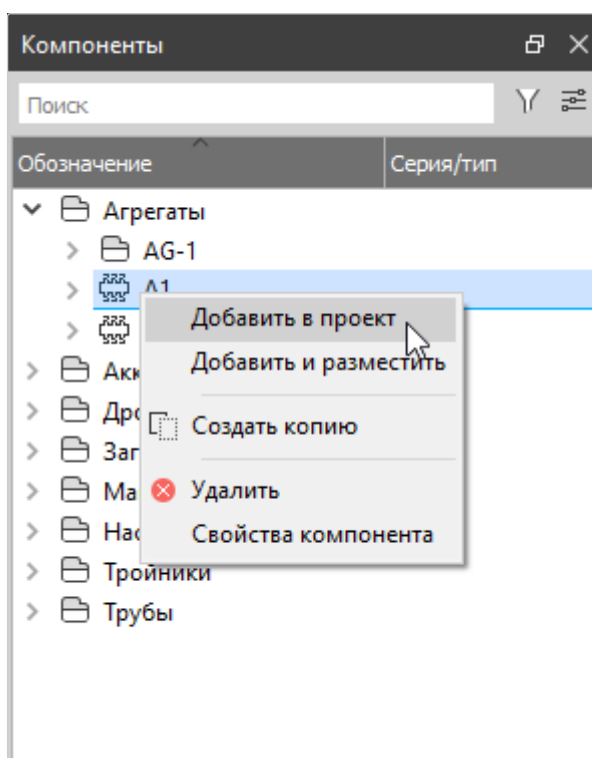

Рисунок 235. Добавление компонента в проект
- 2) В открывшемся контекстном меню выбрать пункт «Добавить в проект» или выбрать пункт «Добавить и разместить» для добавления компонента в проект и размещения его на открытом листе документа (см. рисунок 235).